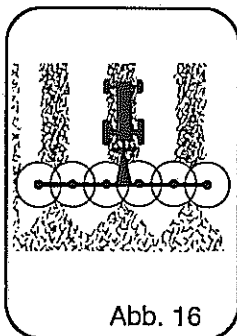

Abb. 16
- Abb. 16 Streuen von Schwaden